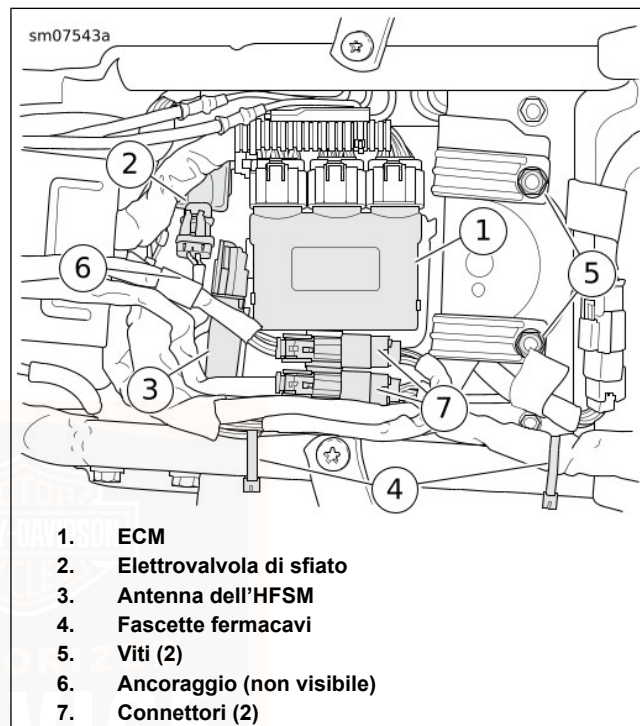

Figura 90. Pannello superiore
2. Vedere Figura 90 . Liberare l'ECM (1) dal pannello superiore. Accantonarlo.
3. Se in dotazione, spostare in avanti l'elettrovalvola di sfianto (2) per sganciarla dal pannello superiore.
4. **Modelli dotati di sistema di sicurezza:** sganciare l'antenna dell'HFSM (3) dal pannello superiore e accantonarla.
5. Staccare i connettori (7) dalle ancorette sul pannello superiore.
6. Rimuovere i dispositivi di fissaggio (5).
7. Tagliare le fascette fermacavi (4). Spostare il cablaggio per lasciare più spazio al pannello superiore.
7. Vedere Figura 90 . Riposizionare il pannello superiore e inserire il fermo sulla staffa di ancoraggio.
8. Fissare il pannello superiore alla traversa del telaio mediante i dispositivi di fissaggio (5). Serrare.